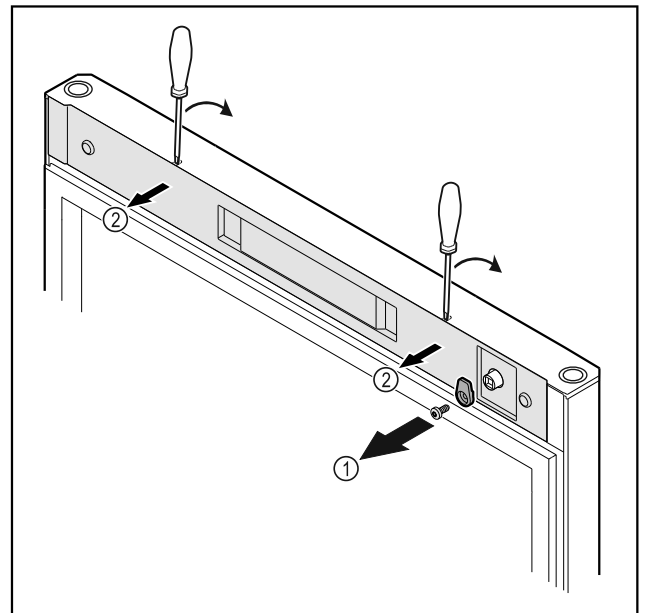

Fig. 19
- ▶ Dévisser le crochet de fermeture Fig. 19 (1).
- ▶ Décrocher le cache Fig. 19 (2) avec un petit tournevis et le retirer.